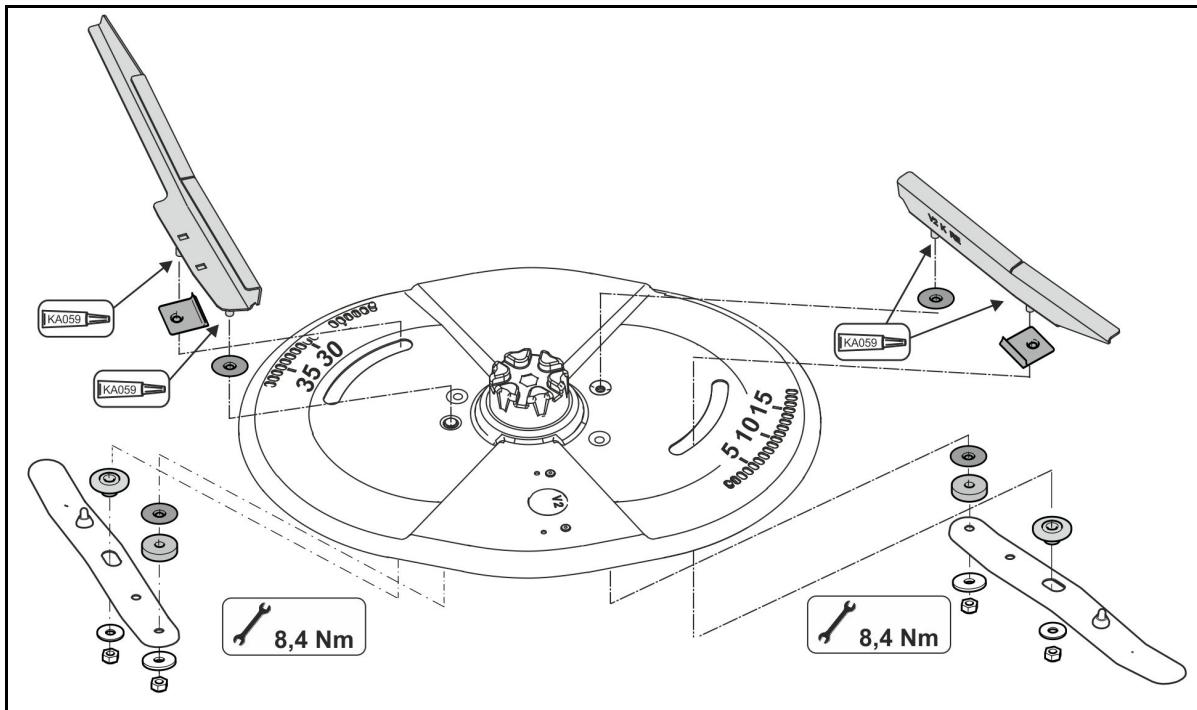

Рис. 65
2. Разгрузите пружины (Рис. 65/1), ослабив гайки (Рис. 65/2).